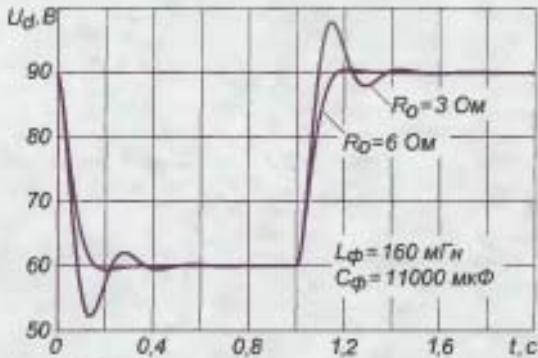

Рис. 13
В зависимости от ее величины фильтр может иметь различный вид переходного процесса установления выходного напряжения  $U_d$  при изменении тока нагрузки или напряжения в сети (рис. 13). При  $Q > 0,707$  переходный процесс имеет вид затухающих колебаний (рис. 13 при  $R_o = 3$  Ом), а на интервале  $0,5 < Q < 0,707$  он сопровождается небольшим выбросом на кривой напряжения  $U_d$  (рис. 13 при  $R_o = 6$  Ом), исчезающим при  $Q < 0,5$ . При работе блока питания на динамическую нагрузку, которой является УМЗЧ, колебательный переходный процесс нежелателен, поэтому необходимо, чтобы выполнялось условие  $Q < 0,707$ , т. е. при заданных значениях  $L_e$ ,  $C_0$  сопротивление  $R_o$  должно быть больше некоторой определенной величины, которую можно найти из (20).